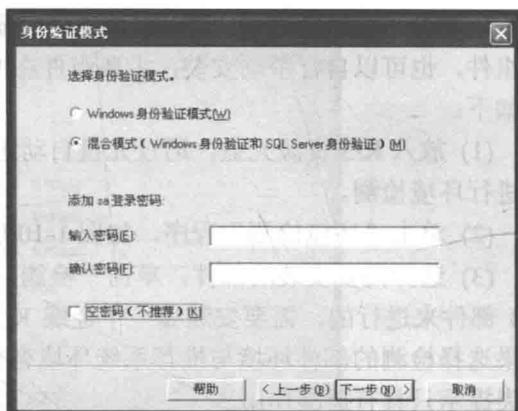

图 1-8 身份验证模式
(9) 在“身份验证模式”对话框中,选择“混合模式”和“空密码”,然后单击“下一步”按钮,如图 1-8 所示。